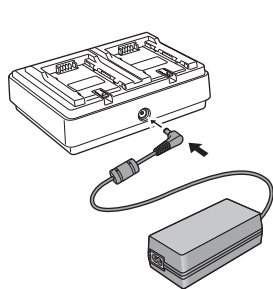

図 1
- 1 ACアダプターのDCプラグをバッテリーチャージャーの〈DC IN 12V〉端子に接続する。(図 1)